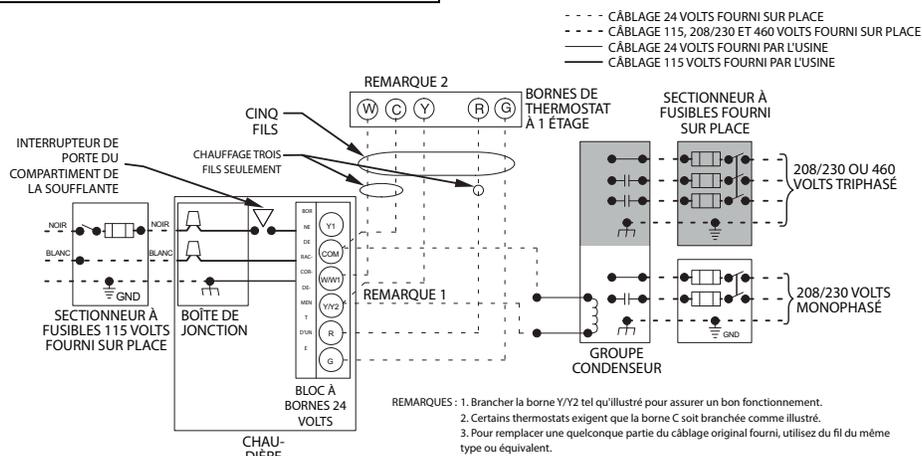

Fig. 33 – Schéma de câblage d'appareil à une phase type
Consultez la Fig. 33 pour le schéma de câblage illustrant un câblage type de 115 V. Vérifiez que toutes les connexions électriques faites en usine ou sur place sont bien serrées.
- Branchez l'alimentation électrique et les fils neutres aux fils d'alimentation électrique de la chaudière, comme illustré à la Fig. 33.
- Branchez les fils neutres et les fils électriques aux fils d'alimentation électrique de la chaudière, tel qu'illustré à la Fig. 33.